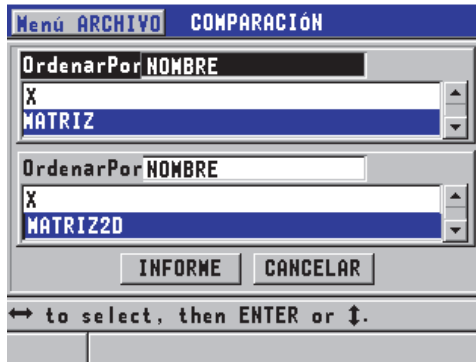

Figura 6-42 Pantalla **COMPARACIÓN ARCHIVOS**
5. En la pantalla **COMPARACIÓN ARCHIVOS** (véase la Figura 6-42 en la página 141):